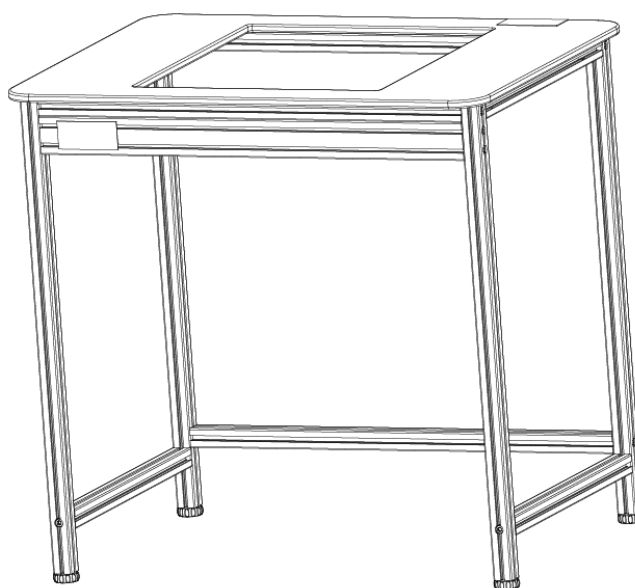

Fig. 9
6. Ambedue i lati devono essere posizionati parallelamente uno rispetto all'altro e le viti ben avvitate (in fig. 9 è dimostrato il telaio esterno già montato).